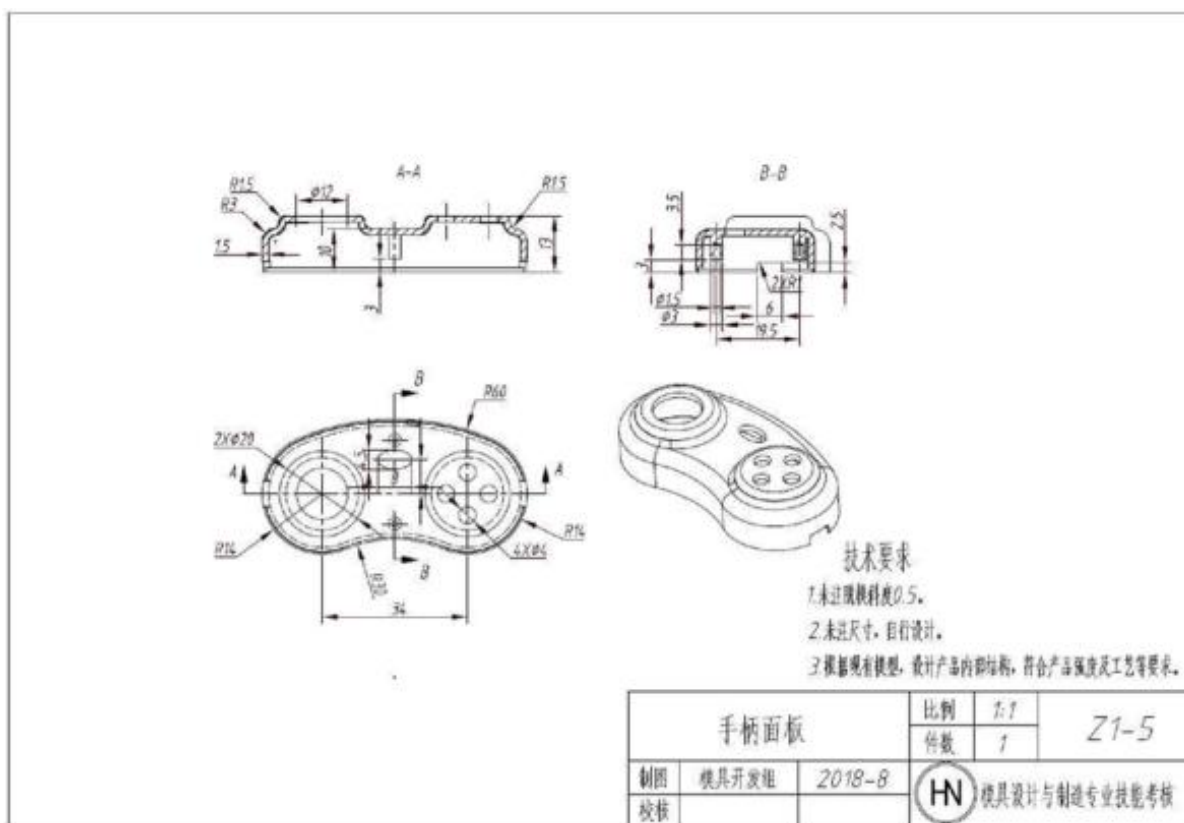

图 Z1-5 手柄面板
按照图 Z1-5 的要求，对手柄面板进行产品造型、结构设计与 3D 打印。
- (1) 在 F 盘下建立考生文件夹，文件夹名称为“场次-工位号-3DDY”，产品设计与 3D 打印的结果文件均保存于此文件夹中，否则计零分；
- (2) 根据图 Z1-5，使用 CAD 软件完成产品的三维建模；
- (3) 进行产品改进设计：设计与下盖的连接结构，在顶面合适部位设计凸起的“3D 打印”文字标志，并使产品符合强度及工艺性等要求。设计的产品模型以文件名“Z1-5”保存在考生文件夹中；
- (4) 将产品三维模型转换为 3D 打印机可识别的格式，保存在考生文件夹中；
- (5) 正确载入模型，调整到最佳位置；
- (6) 合理设置与调整打印参数，充分考虑材料的利用率；
- (7) 正确操作 3D 打印机，完成模型打印；
- (8) 对打印的零件进行后处理（含去支撑、粘接等），不能对产品零有损伤；
- (9) 产品材料：ABS。